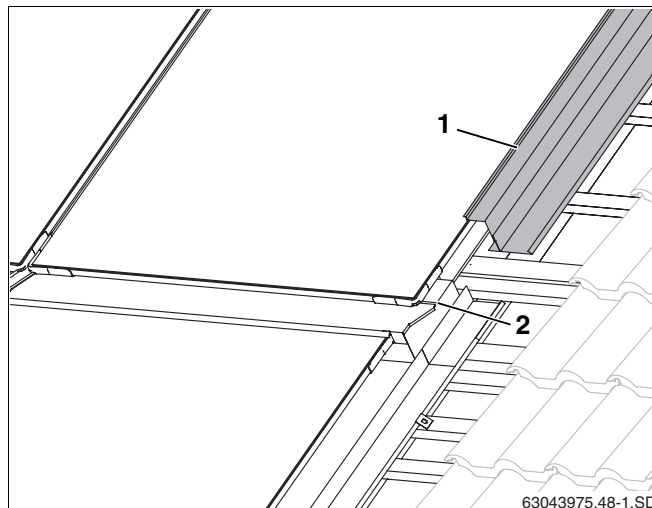

Fig. 53 Chapa protectora lateral, fila superior
- ▶ Monte las chapas protectoras laterales superiores (fig. 53, **pos. 1**) como las inferiores (cap. 10.2 "Chapas protectoras laterales").
- ▶ Deslice las chapas protectoras laterales sobre la unión de la chapa protectora central (fig. 53, **pos. 2**).